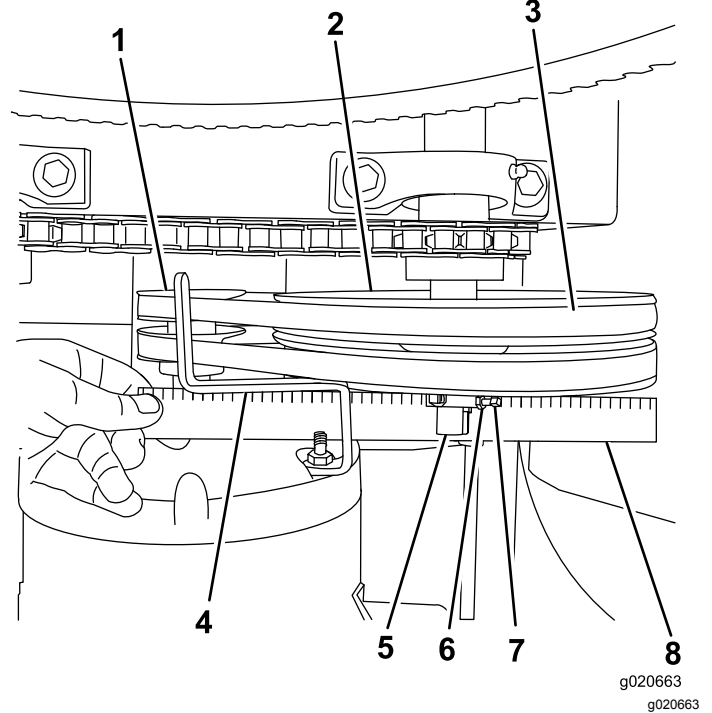

Figura 36
- D. Coloque una regla sobre la polea del motor y la polea tensora (Figura 36).
- E. Si es necesario, gire el motor sobre la chapa del motor hasta que la polea del motor y la polea tensora estén alineadas con la regla (Figura 36).